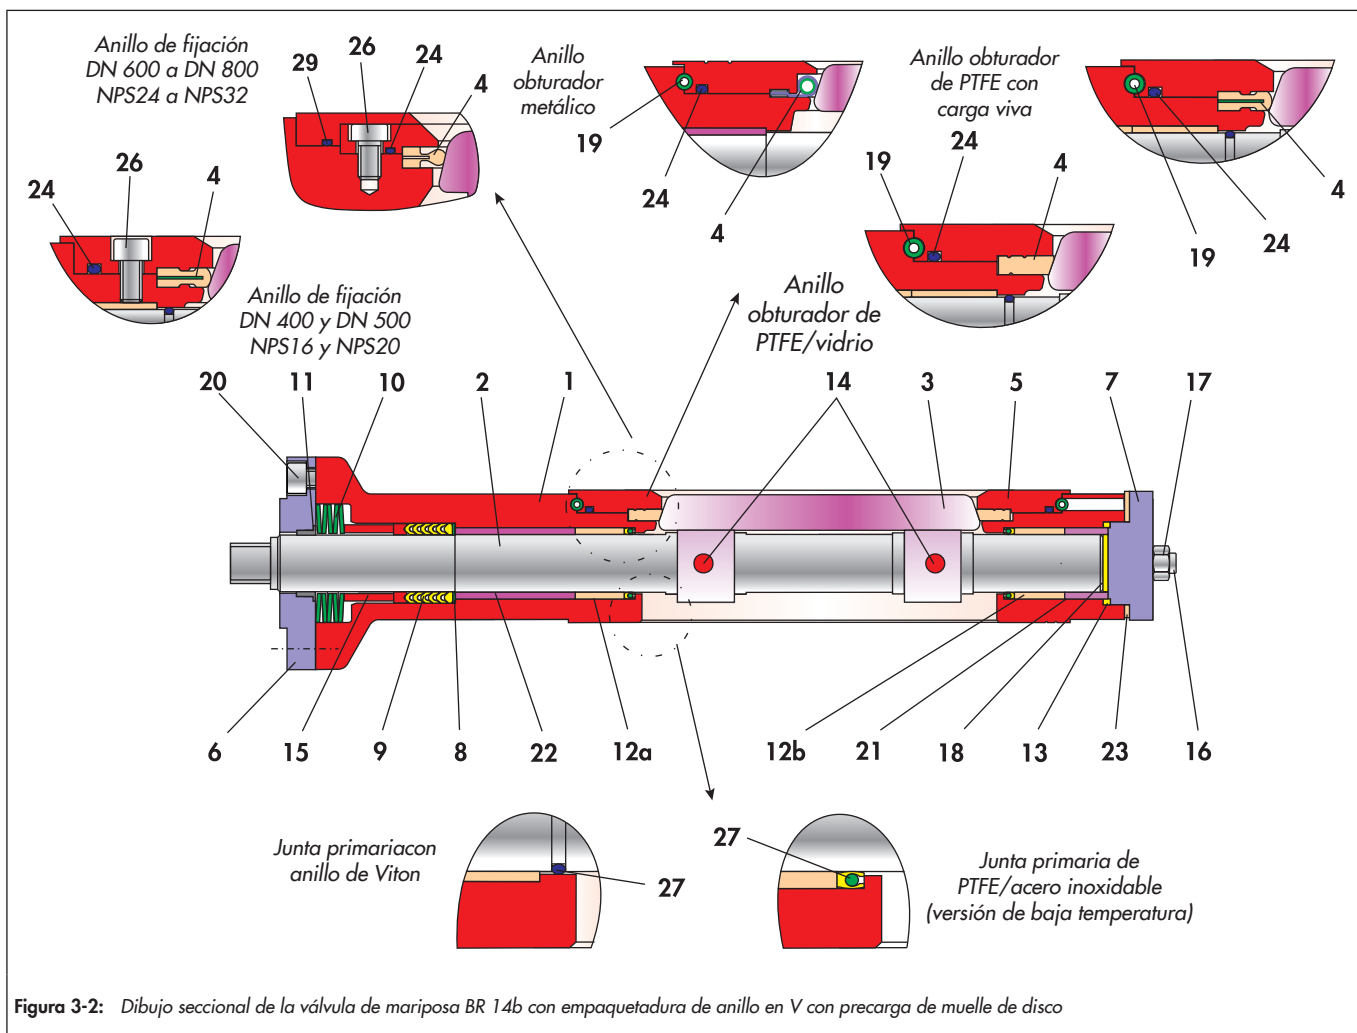

Figura 3-2: Dibujo seccional de la válvula de mariposa BR 14b con empaquetadura de anillo en V con precarga de muelle de disco
- ⇒ Introduzca la tapa premontada (7) en el orificio del cojinete del cuerpo de la válvula (1) y ajústela con los pernos prisioneros (16).
- ⇒ Fije la tapa (7) apretando las tuercas (17) de manera uniforme y en cruz.
- ⇒ Empuje el disco (8) sobre el extremo libre del eje hasta su posición correcta en el cuerpo de la válvula.
- ⇒ Empuje la empaquetadura de anillo en V de PTFE (9) sobre el eje de manto en el orificio del cuerpo y, después, presione con un manguito de montaje. Consulte el dibujo seccional de la figura 3-2 para ver la disposición de la empaquetadura de anillo en V.
- ⇒ Deslice el anillo de empuje (15) sobre el eje de mando y, a continuación, presiónelo hasta su posición correcta en el cuerpo de la válvula.
- ⇒ Retire el conjunto del muelle tensor (10). Consulte el dibujo seccional de la figura 3-2 para ver la disposición de los muelles de disco.
- ⇒ Presione el casquillo del cojinete (11) hacia la brida del prensaestopas (6).
- ⇒ Incorpore la brida del prensaestopas premontado (6) con cuidado sobre la brida del cuerpo y ajústela con los tornillos (20).
- ⇒ Apriete los tornillos (20) de manera uniforme y en cruz.